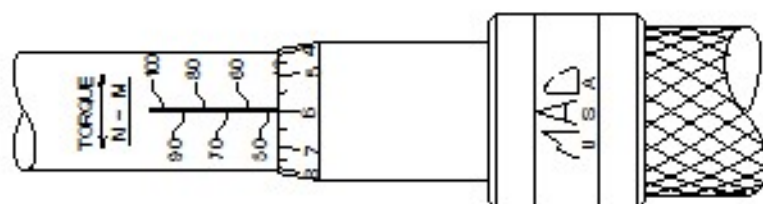

図3
2. 更に6目盛り進めると図3のようになり、ロックリングを確実に戻せば設定終了です。